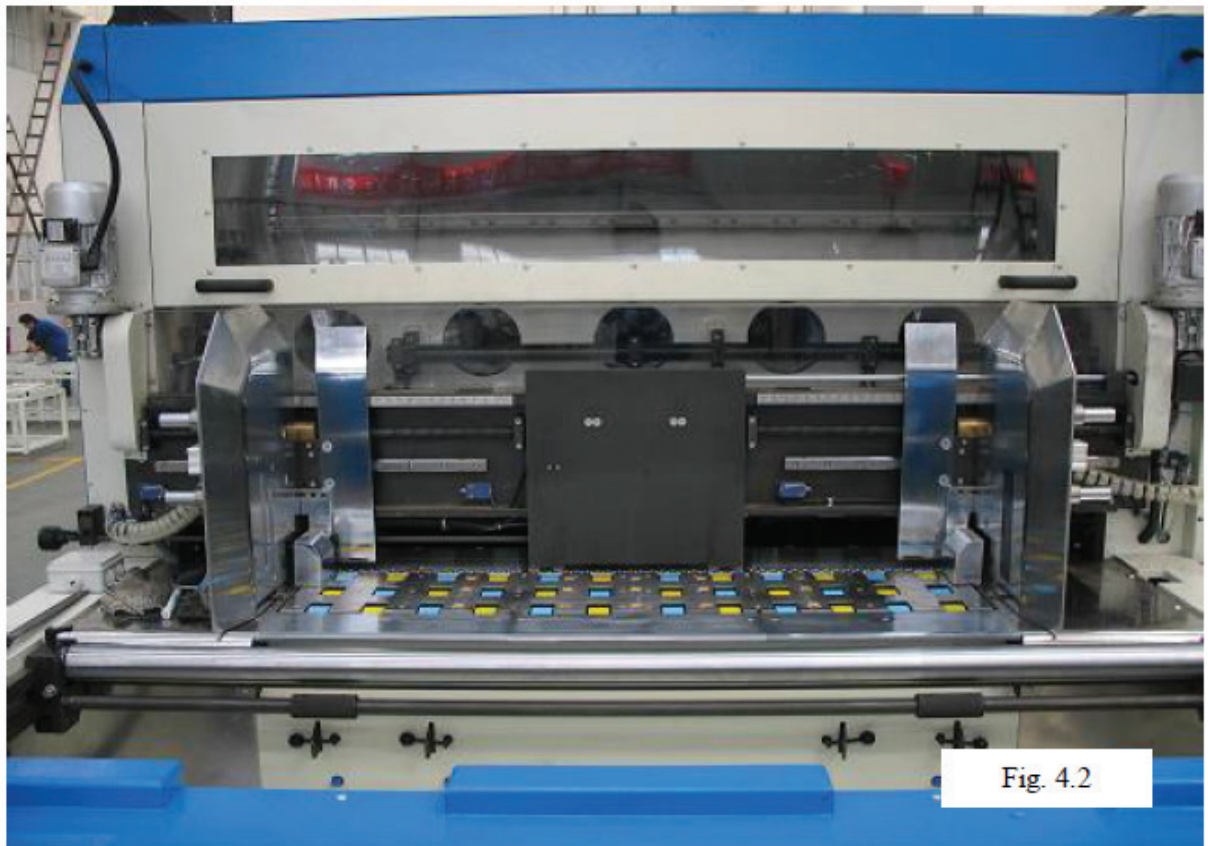

Fig. 4.2
- Puerta de entrada protegiendo el diente de engranaje en la entrada del plato de prensa (fig. 4.2)